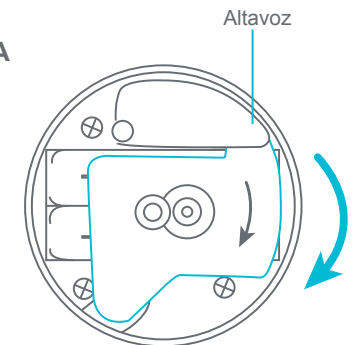
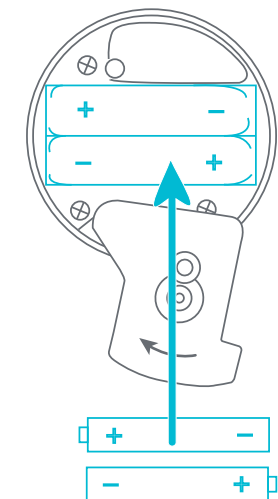

Fig. 5c
Fig. 5d
- Consulte el diagrama. El juguete Tumble 'n Chase Helix Roller requiere (2) pilas AAA. Referencia (Fig. 5c) para la instalación de la batería.
- Deslice la tapa blanca del compartimento de las pilas hacia abajo (Fig. 5c) para instalar las pilas como se muestra (Fig. 5d).